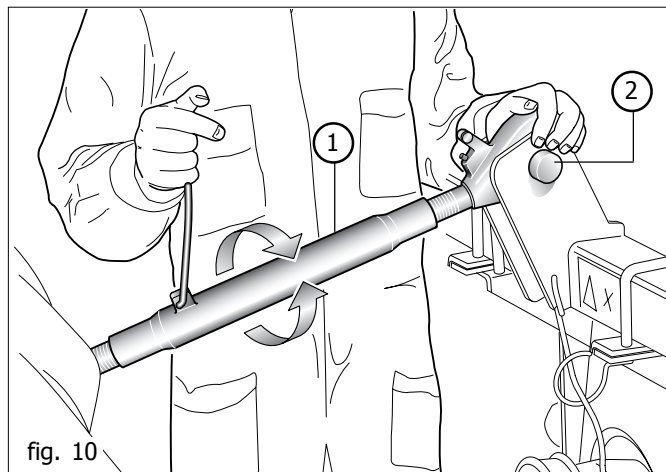
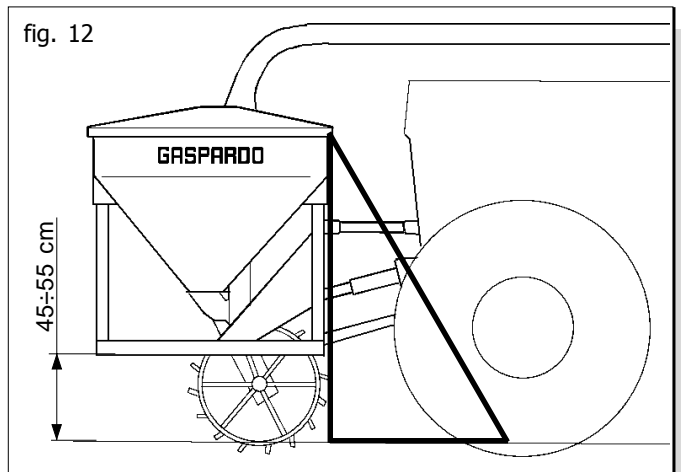

fig. 10
fig. 12
- 2) Collegare il terzo punto superiore (2 Fig. 10); la spina va bloccata con l'apposita copiglia; mediante il tirante di regolazione (1 Fig. 10) fare in modo che l'attrezzatura si sia perpendicolare al terreno (Fig. 12).
- 5) Sollevare l'attrezzatura anteriore, rimuovere i piedi di appoggio. Per garantire la rotazione della ruota di trasmissione, regolare l'altezza dal suolo dell'attrezzatura in posizione di lavoro (45÷55 cm Fig. 12). Questa distanza deve essere mantenuta costante durante il lavoro.